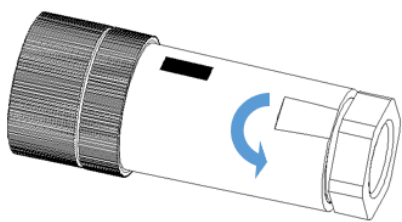

图 7-10-5
- Step 4: 选取“M12母头插头”制作COM3连接线，步骤可以参照DRMs连接线的制作方法，但需注意两者引脚定义的区别，如图7-10-5/7-10-6/7-10-7/7-10-8。